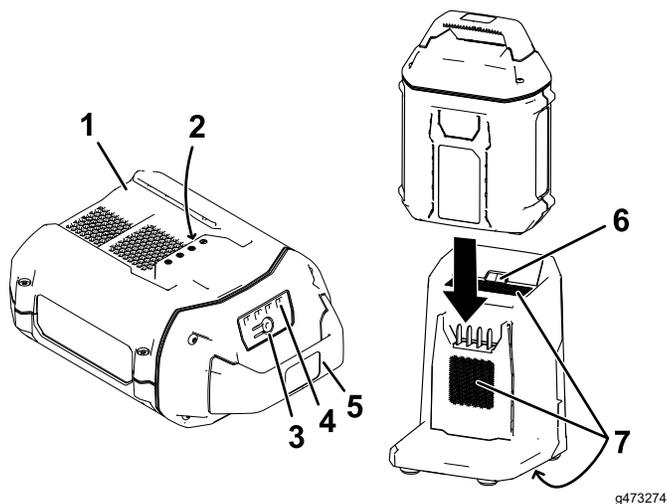

図 14
2. バッテリーパックのくぼみ 図 14 を充電器の突起部に合わせます。
3. 完全に固定されるまでバッテリーパックを充電器に差し込みます 図 14。